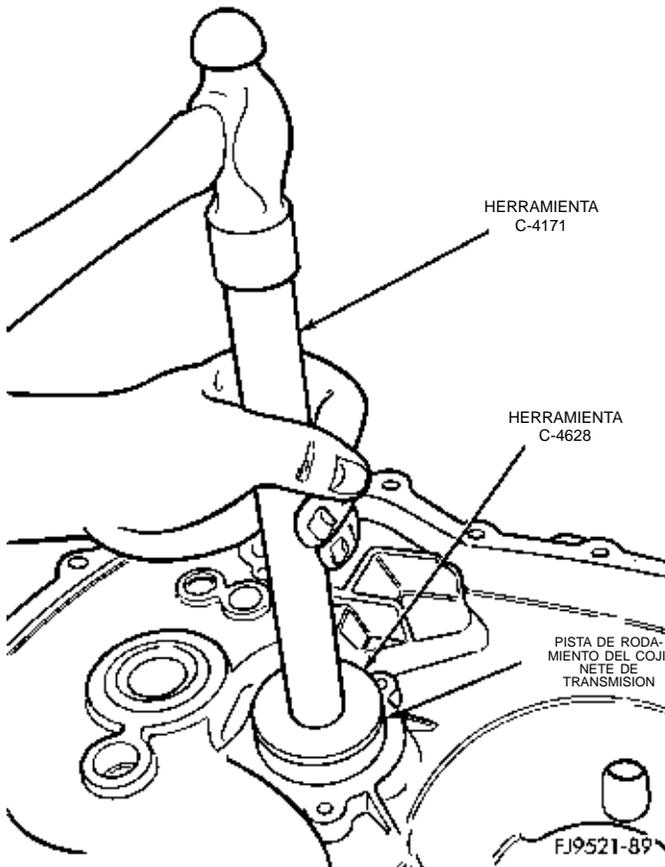

Fig. 126 Instalación de la pista de rodamiento del cojinete de transmisión
- (1) Alinee la pista de rodamiento del cojinete de transmisión con el hueco para la pista.
- (2) Inserte la herramienta N° 4628 con C-4171 en la pista de rodamiento del cojinete de transmisión (Fig. 126). Golpee ligeramente la pista de rodamiento en el hueco. Instale el cojinete de transmisión en la pista. Compruebe que la jaula de mayor diámetro